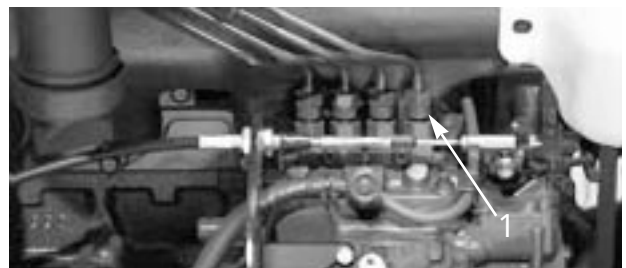

図 35
- 1 . No.1 ノズルホルダー (図 35) へのパイプ接続部をゆるめる。